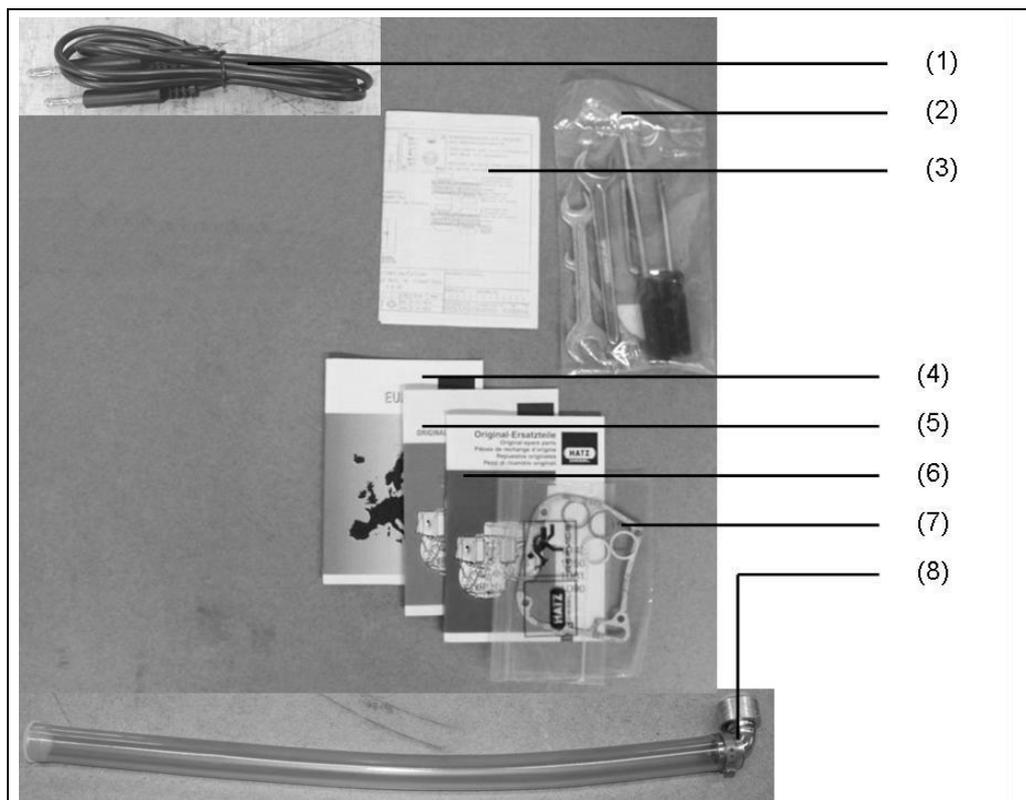

Abb. 1-1: Lieferumfang Dokumentation / Zubehör
| Abb. 1-1: Lieferumfang Dokumentation / Zubehör..... | 7 |
Die Betriebsanleitung und Wartungsvorschrift des Motor (siehe Abb. 1-1-(5)) ist integraler Bestandteil dieser Anleitung.
- Kabel mit Prüfspitze (siehe Abb. 1-1-(1))
- Werkzeug (siehe Abb. 1-1-(2))
- Stromlaufplan Motor (siehe Abb. 1-1-(3))
- Servicestellenverzeichnis Motor (siehe Abb. 1-1-(4))
- Bedienungsanleitung Motor (siehe Abb. 1-1-(5))
- Ersatzteilliste Motor (siehe Abb. 1-1-(6))
- Ersatz-Dichtung Motor (siehe Abb. 1-1-(7))
- Schlauch Ölablass (siehe Abb. 1-1-(8))